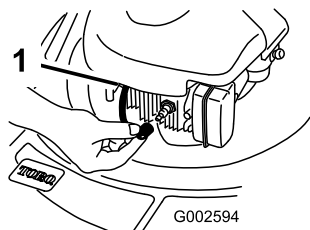

Figura 29
2. Desconecte el cable de la bujía y engánchelo en el poste de retención (Figura 29) antes de realizar cualquier procedimiento de mantenimiento.